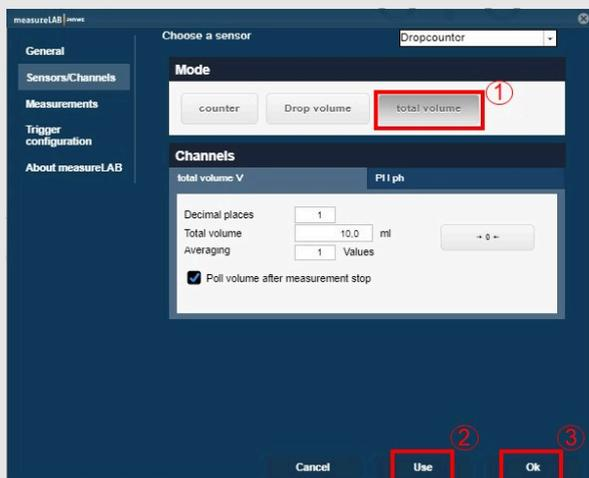

Рис. 4 Настройки для измерения
- Нажмите "Режим" "Общий объем" (рис. 4, "1").
- В разделе "Каналы" выберите "Общий объем V", подтвердите кнопкой "Использовать" (рис. 4, "2") закончите нажатием "ОК" (Рис. 4, "3").